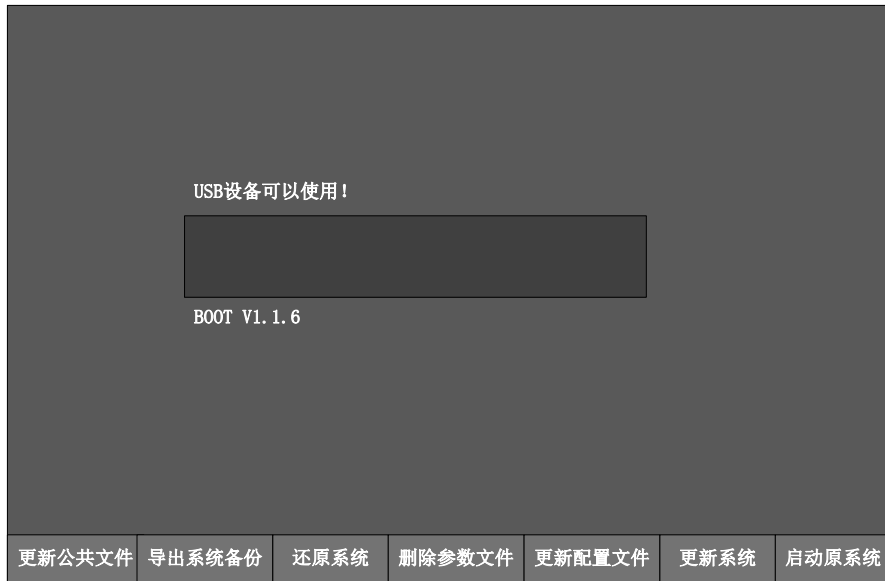

图 7-2 BOOT 系统升级界面
2. 进入如所图 7-2 示的 BOOT 升级界面。此处，有两种方式可以进入该升级界面：
- a) 在软件打开的情况下，打开【系统】功能区下【系统信息 (C)】界面，按 F2【更新系统】按钮，弹出提示对话框提示“确定要更新系统，请确定您有系统软件？”，确定后关闭 NK280。重新上电开机后，系统自动进入 USB 设备识别界面，识别成功后进入如图 7-2 所示的 BOOT
- b) 任意时刻，上电开机的同时，多次按下字母 G 键，系统自动进入 USB 识别界面，识别成功后进入如图 7-2 所示的 BOOT 升级界面。
3. 如图 7-2 BOOT 系统升级界面下，按 F6【更新系统】按钮，开始更新软件。更新过程中界面进度条提示安装进度；